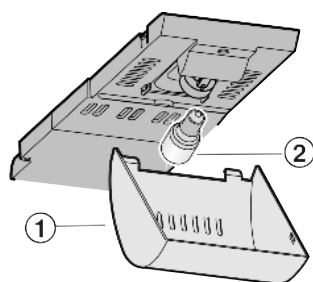

Fig. 14
- ▶ Neem de afdekking Fig. 14 (1) bij de voorkant vast en haak achteraan los.
- ▶ Vervang de gloeilamp Fig. 14 (2).
- ▶ Afdekking Fig. 14 (1) weer opzetten.